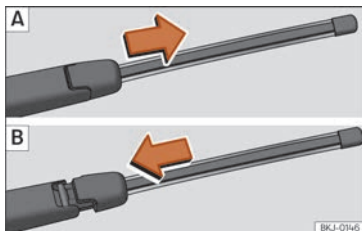

Fig. 82 Extraer y colocar la escobilla del limpiacristal.
- »» **fig. 82 A.**
- »» **fig. 82 B** y deslice el adaptador hasta que encastre.